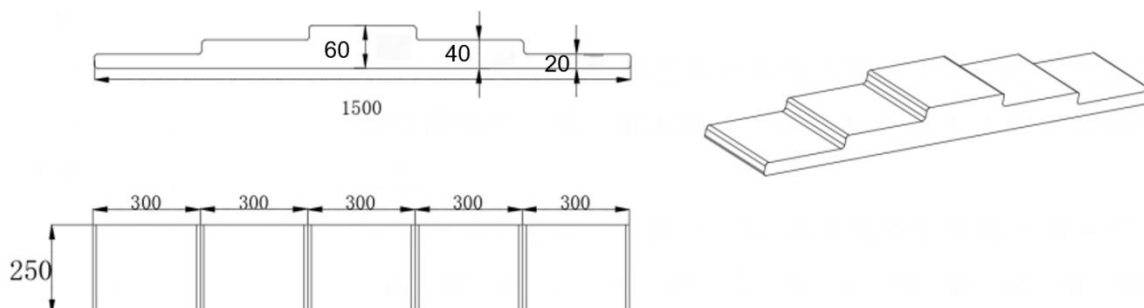

图 D-3 阶梯示意图
7. 阶梯如图 D-3 所示，单位 mm。阶梯表面不能有任何标记性涂抹。阶梯表面可用发泡 EVA 材料制作。